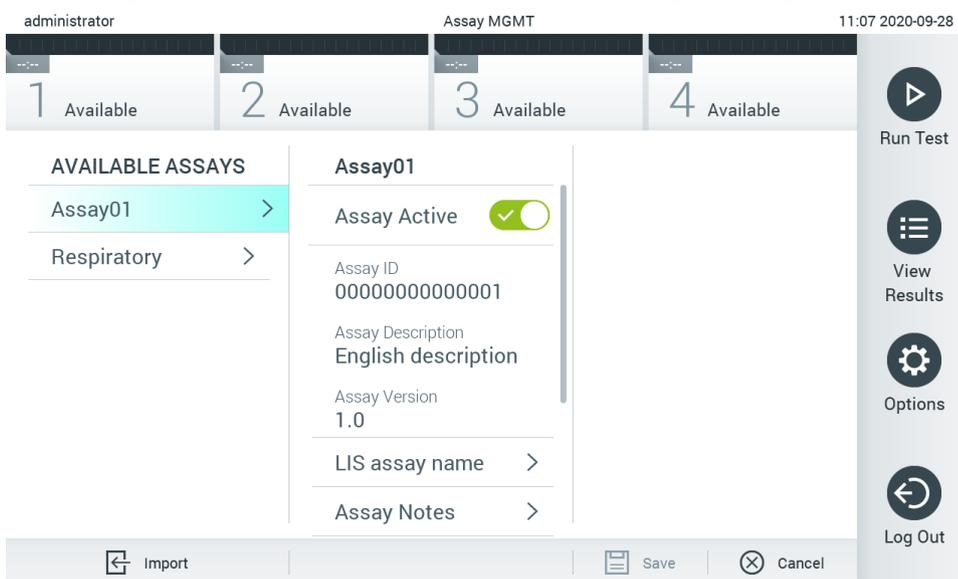

Figure 68. Activation du dosage.
7. Le dosage devient actif en sélectionnant Assay Active (Dosage actif ; figure 68).